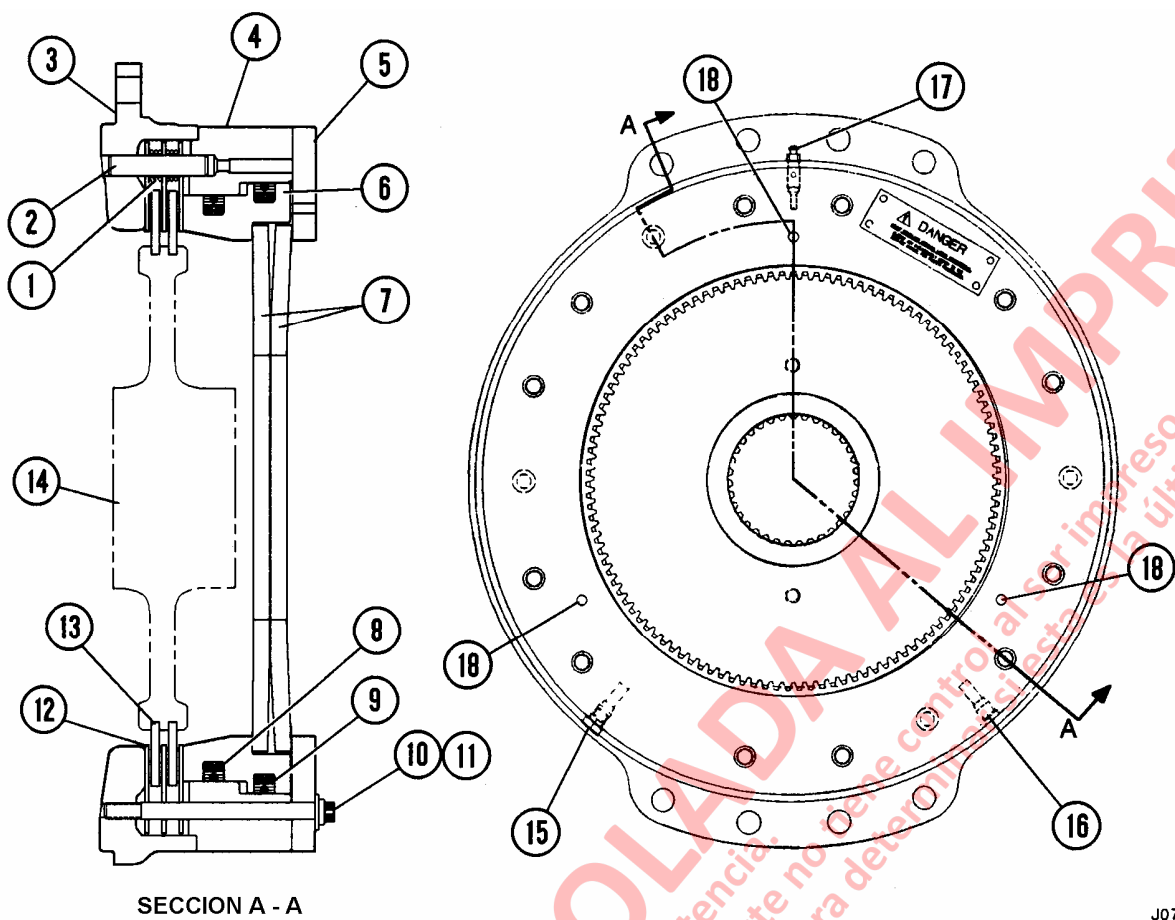

FIGURA 7-3. CONJUNTO DEL FRENO DE ESTACIONAMIENTO
- a. Inserte un micrómetro de profundidad a través de cada orificio de posición del pistón (18, Figura 7-3) y registre las dimensiones.
- Haga marcas de calce en la caja del freno de estacionamiento (3, Figura 7-3), la caja del pistón (4) y la tapa del extremo (5).
- Suelte los pernos de 12 puntos (10) de manera uniforme, en incrementos de **27 N.m (20 ft. lbs.)**. Alterne seleccionando un perno sucesivo que se encuentre a aproximadamente 180° del perno que se soltó previamente. Continúe soltando los pernos hasta liberar la presión del resorte. Los pernos y golillas se deben desmontar con la mano.
- Saque la tapa del extremo (5). Saque los resortes belleville (7) del orificio rebajado del pistón (6).
- Saque el conjunto de la caja/pistón de los pasadores de la caja (3).
- Saque los resortes (1), discos separadores (12) y discos de fricción (13).
- Saque el pistón (6) de la caja del pistón (4). Saque y deseche los sellos del pistón (8) y (9).
1. Si ha sacado los pasadores (2, Figura 7-3), ponga a presión los nuevos pasadores en los orificios de la caja (3) hasta que estén completamente asentados contra el hombro.
2. Monte un disco separador (12) sobre los pasadores. Inserte un resorte de compresión (1) sobre los pasadores. Inserte un disco de fricción (13).
3. Monte un segundo resorte de compresión (1) sobre los pasadores. Monte un disco separador (12) sobre los pasadores. Inserte un segundo disco de fricción (13). Monte el disco separador restante (12) sobre los pasadores.
4. Ensamble los sellos (8) y (9) en el pistón:
5. Lubrique los sellos del pistón e inserte el pistón (6) en la caja del pistón (4).
6. Monte el conjunto de la caja/pistón en los pasadores de la caja (3).
7. Coloque los resortes belleville (7) en el orificio rebajado del pistón como se muestra en la Figura 7-3.
8. Coloque la tapa del extremo (5) en el conjunto e inserte los pernos (10) con las golillas endurecidas (11). No apriete los pernos.
10. Monte el purgador y el tapón del anillo de goma (17). Monte un fitting en una de las lumbreras de suministro de presión y fije una fuente de poder hidráulica. Monte un tapón del anillo de goma en la otra lumbrera.